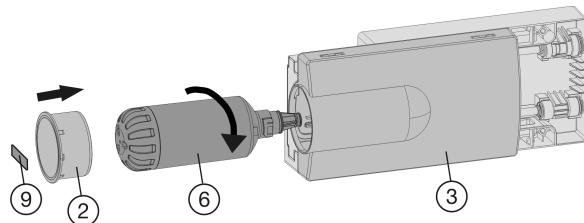

Fig. 59
► Mettre le couvercle du tiroir Fig. 59 (3) en place.
- Mettre le filtre à eau Fig. 59 (6) en place et le tourner d'env. 100° vers la droite jusqu'à la butée.
- Poser le couvercle du filtre Fig. 59 (2).
- Inscrite la date du dernier remplacement sur l'autocollant fourni Fig. 59 (9) puis le coller sur le module.